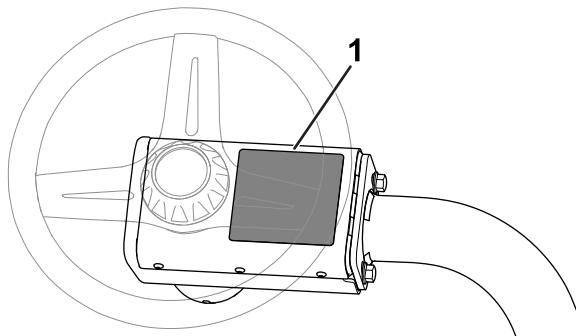

図 14
- CE 警告ステッカーP/N 136-8505を、既存の警告ステッカーP/N 136-8506の上から貼り付ける図14を参照。